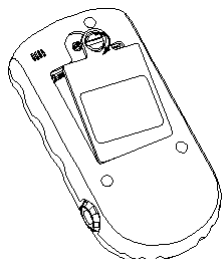

Figura 2
1) Aprire il pannello posteriore con una moneta o con un cacciavite a taglio, come mostrato in figura 2.